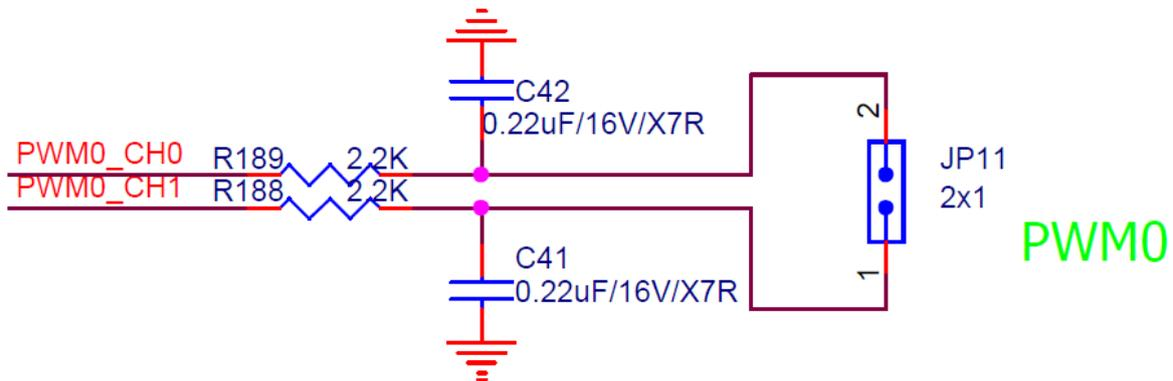

图 5-3 Debug 电路滤波原理图
(3) PWM0 调试 Debug 电路部分的滤波性能主要由 RC 滤波电路决定，其具体原理图如图 5-3 所示。
结合 RC 滤波电路特性，根据图 5-3 进行分析推导可知：